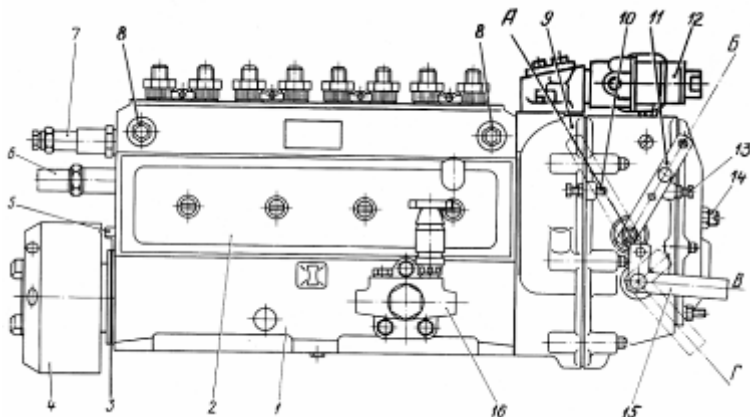
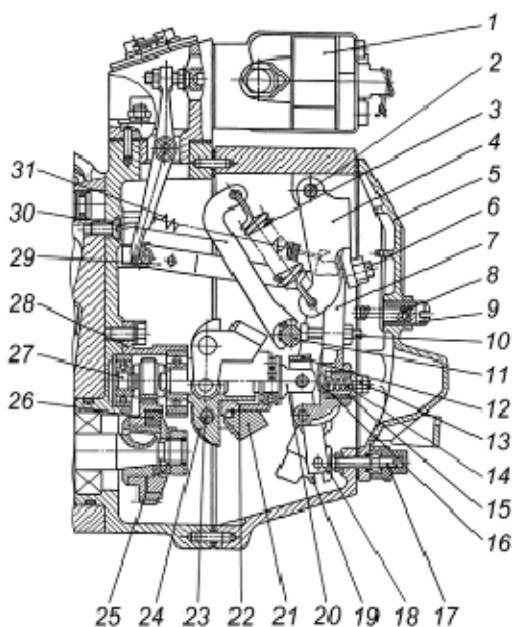

Рис. 24. Топливный насос высокого давления моделей 806 и 807:
Рис. 26. Регулятор частоты вращения:
Топливный насос в сборе показан на рис. 24. С топливным насосом высокого давления в одном агрегате объединены регулятор частоты вращения 5, топливоподкачивающий насос 9 и муфта опережения впрыска топлива 4.
Связь секций с регулятором частоты вращения насоса осуществляется через рейку. Рейка топливного насоса перемещается в направляющих втулках, запрессованных в корпус насоса. Выступающий из насоса конец рейки закрыт колпачком 6 рейки топливного насоса (рис. 24).
Регулятор частоты вращения 9 (рис. 24) - механический всережимный прямого действия с повышающей передачей на привод грузов, с устройствами для корректирования подачи топлива и предназначен для поддержания заданного водителем скоростного режима работы двигателя путем автоматического изменения количества подаваемого топлива в зависимости от изменения нагрузки на двигатель. Кроме этого, регулятор ограничивает максимальную частоту вращения двигателя и обеспечивает работу двигателя в необходимом режиме. Регулятор имеет устройство для выключения подачи топлива в любой момент независимо от режима работы двигателя. Автоматически поддерживая скоростной режим при изменяющихся нагрузках, регулятор обеспечивает экономичную работу двигателя.
Устройство регулятора частоты вращения показано на рис. 26.
Подача топлива полностью выключается механизмом останова, состоящим из кулисы 19, скобы останова 15 (рис. 24) и возвратной пружины, расположенной за скобой останова под крышкой.
Кулиса со скобой останова соединяется пружиной, расположенной внутри кулисы и предохраняющей механизм регулятора от чрезмерных усилий при выключении подачи топлива. Во время работы двигателя кулиса прижата усилием возвратной пружины к регулировочному винту 17 (рис. 26).
Корректор подачи топлива по наддуву 12 (рис. 24) закреплен сверху на корпусе регулятора топливного насоса.
- 1 Минимальная частота вращения холостого хода регулируется болтом ограничения минимальной частоты вращения 13 (рис. 24) и корпусом буферной пружины 9 (рис. 26).
- 2 Максимальная частота вращения холостого хода (начало выброса рейки) регулируется болтом ограничения максимальной частоты вращения 10 (рис. 24).
- 3 Номинальная мощность (подача) регулируется регулировочным болтом 10 (рис. 26), подрегулировка мощности производится винтом подрегулировки мощности 17.
- 4 Предварительное натяжение пружины (разность оборотов конца и начала выброса рейки) регулируется винтом регулировочным 6 (рис. 26).
- 5 Мощность (подача) при максимальном крутящем моменте регулируется корректором 13 (рис. 26).
Муфта опережения впрыскивания топлива 4 (рис. 24) предназначена для изменения момента начала подачи топлива в зависимости от частоты вращения коленчатого вала двигателя.